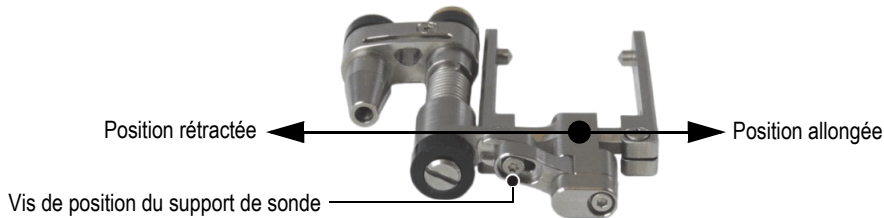

Figure 2-23 Support de sonde en position allongée
9. Configurez le support de sonde (voir la Figure 2-23 à la page 52) de la façon suivante :